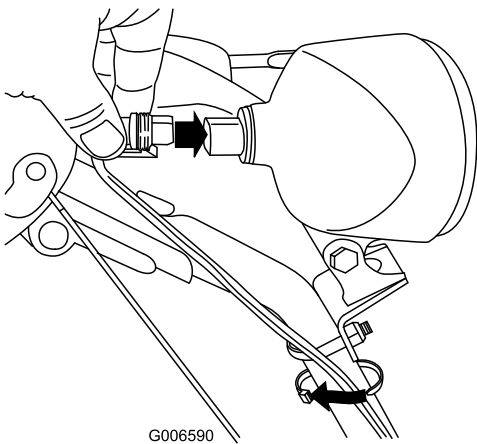

Рисунок 58
6. Вставьте соединитель в тыльную часть фары и надежно закрепите его (Рисунок 58).